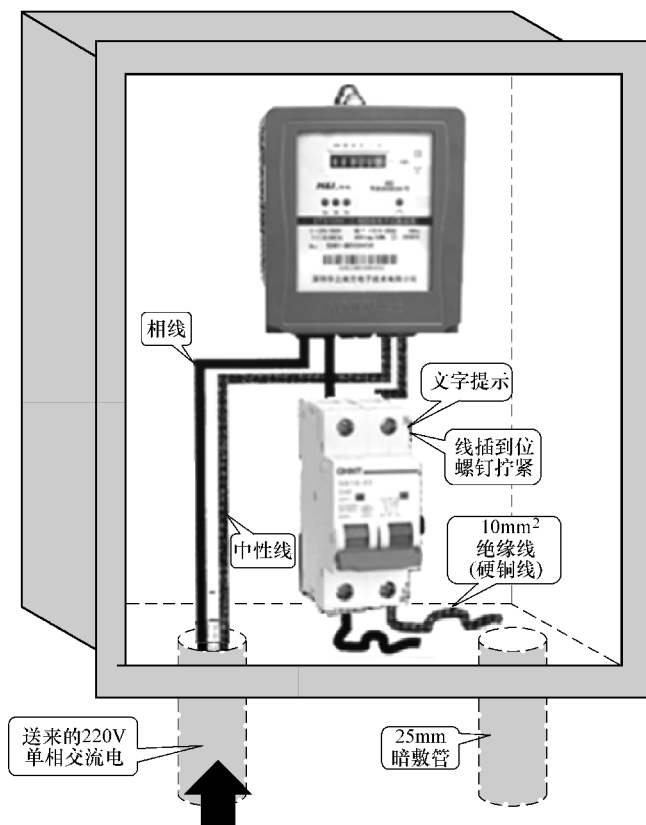

图 4-96 总断路器的连接方式
单相交流电接入电能表以后，应与总断路器相连，如图 4-96 所示。这里的断路器采用的是双进双出的断路器，并且上面会有相线 (L)、中性线 (N) 的提示，按照提示将相应的电线连接到总断路器中。